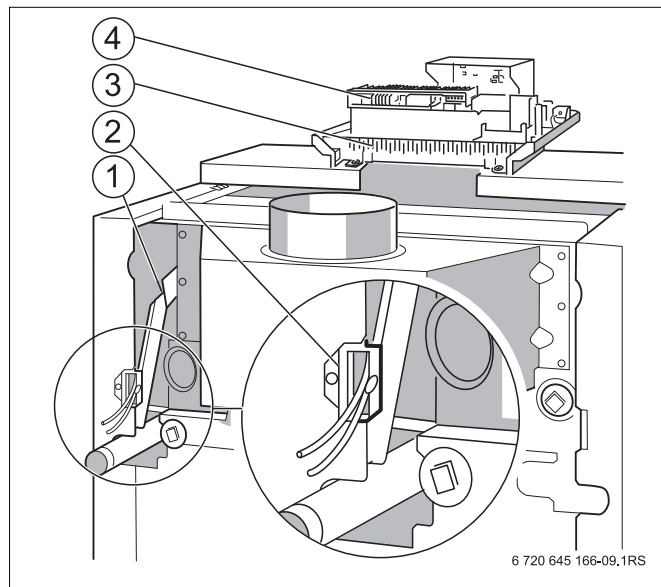

Рис. 18 Кабельный ввод и штекерные соединения, Система управления Logamatic 4000
Электрические соединительные провода заказчика и соединительный провод от системы контроля дымовых газов проведите к системе управления снизу через кабельный ввод (Рис. 18, поз. 1) в кабельный канал (Рис. 18, поз. 2).
- Выполните электрические подключения штекерных соединений (Рис. 18, поз. 4) системы управления в соответствии с прилагаемой электросхемой.